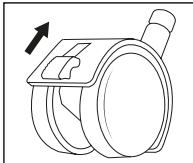

Fig. 5
- ◆ Para simplificar o transporte do aparelho, este dispõe de quatro rodas 10/11. Solte a alavanca de ambas as rodas com alavancas de fixação 11, empurrando a alavanca para cima (ver fig. 5). Agora, o aparelho pode ser deslocado comodamente.